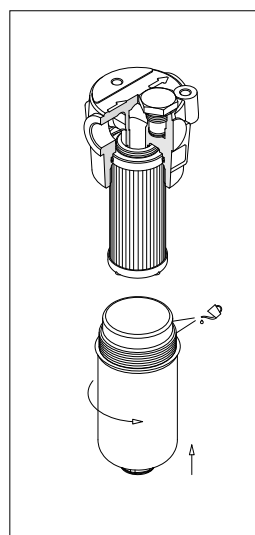

fig. 21
- (Fig. 21) Lubrificare il filetto del contenitore, quindi avvitare il contenitore facendo riferimento alla tabella delle coppie di serraggio al paragrafo 3